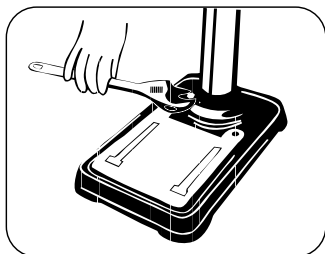

FIGURA 7.3
- Firme a coluna usando os parafusos fornecidos (Figura 7.3).